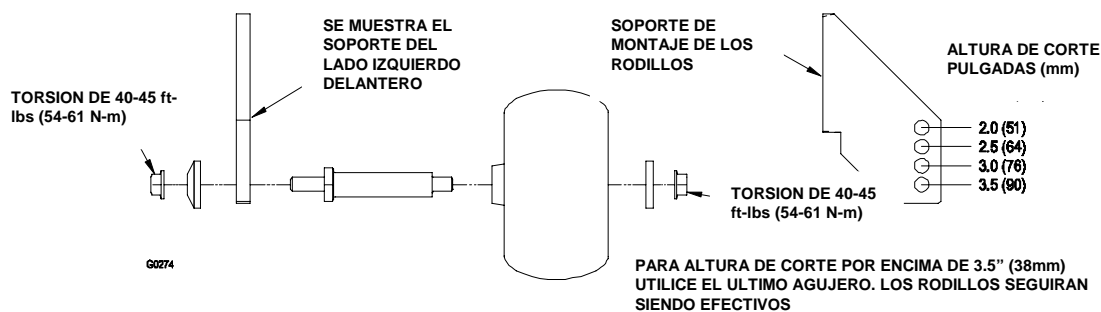

FIGURA 6
- g) Ajuste los rodillos para Condiciones Normales de Operación. Ubique los rodillos en una de las posiciones mostradas en la Figura 6. Los rodillos mantendrán un espacio libre de 3/4 de pulgada (19 mm) con el piso, para minimizar el roce con el césped y daños y desgaste en los rodillos.